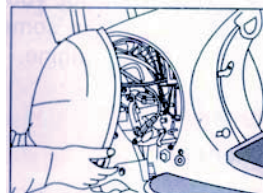

Fig. 33
- 1.3 Mantenere la carenatura con entrambe le mani ed estrarre l'estremità anteriore della carenatura. Poi spingere l'estremità anteriore verso l'alto e girarla verso l'esterno (Fig. 33 - 34).